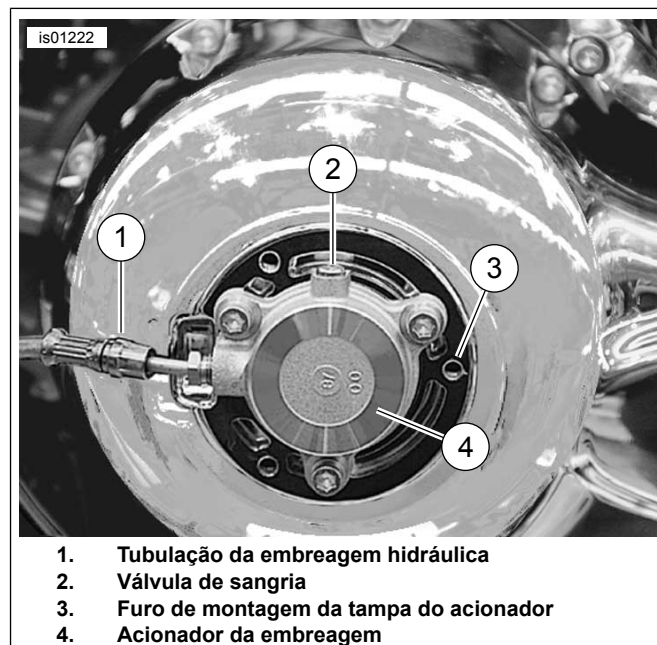

**Figura 4. Conjunto de piscas e espelho**
7. Veja Figura 4. Instale o espelho (1) e o conjunto do pisca esquerdo. Aperte a porca de travamento do pisca (2) com firmeza.